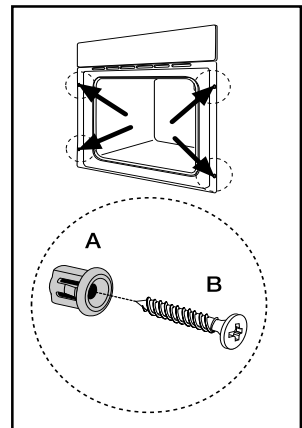

Abb. 5
- Befestigen Sie den Ofen mithilfe der vier Abstandhalter im Möbel (Abb.5 - A). Diese passen genau in die Löcher in dem Rahmen. Ziehen Sie anschließend die vier mitgelieferten Holzschrauben (Abb. 5 - B) fest.